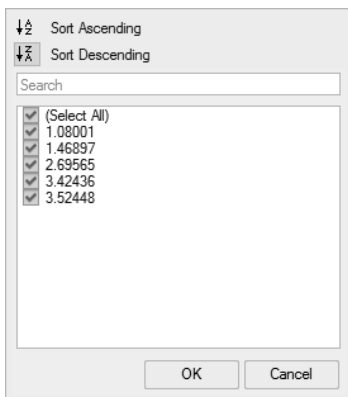

图 16-9
6) 排序后，一个箭头会出现在列标题上，表示该列是按升序或降序排列。单击该箭头可打开一个窗口，此时可在该窗口中选择要显示或过滤结果的运行和载荷工况，如图 16-9 所示。